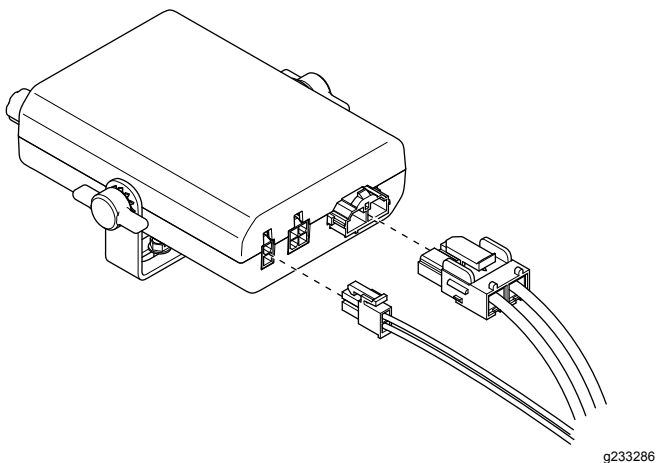

Figura 6
3. Conecte el conector del controlador del arnés de cables al controlador (Figura 6).